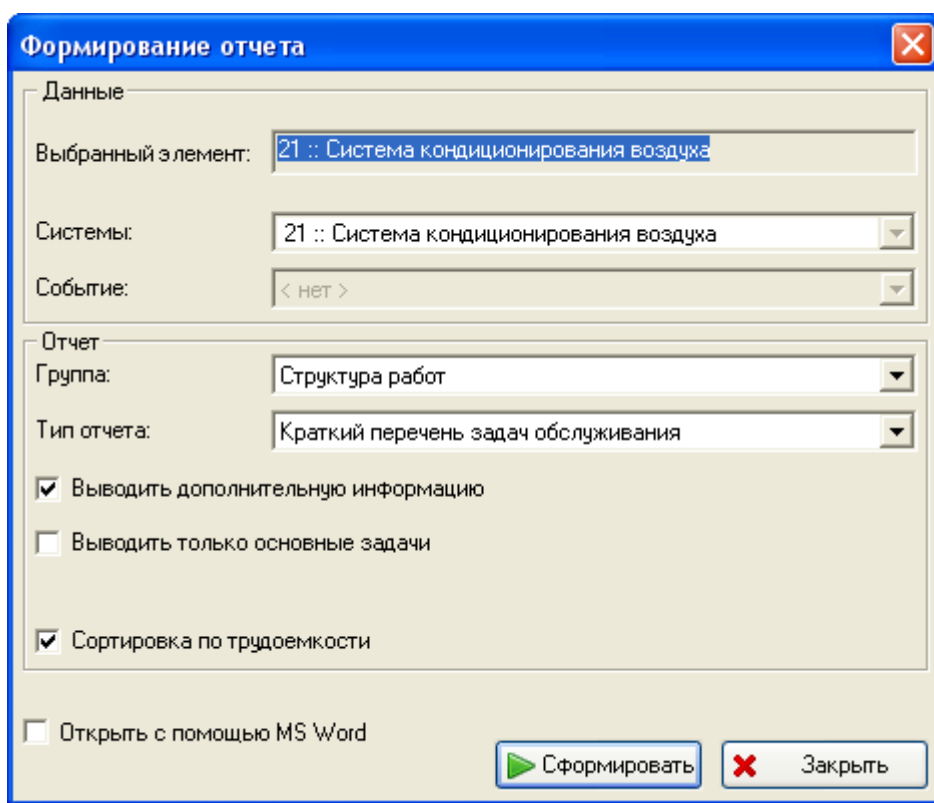

Рис. 8-5
2. На панели инструментов нажмите на кнопку **Создать отчет** . После этого откроется окно **Формирование отчета** (рис. 8-5).